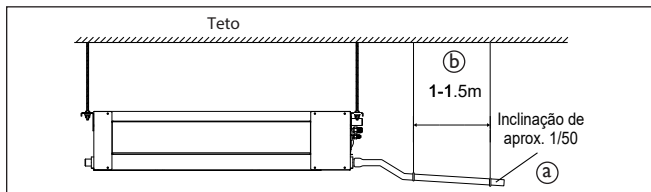

FIG. 45
- Para evitar que a água de condensado escorra para trás, retornando à unidade, o tubo de drenagem deverá ter uma inclinação (um pequeno declive) para baixo em direção ao lado de saída, considere aproximadamente 2° (1/50) para esta inclinação. Evite qualquer saliência (tal como um degrau) ou depósito de água na tubulação. (Fig. 45 - Detalhe "a")
- Não estique (arraste) demasiadamente o tubo de drenagem ao conectá-lo, para impedir que o corpo venha a puxá-lo. Entretanto, um ponto de suporte deve ser definido a cada 1,0 metros - 1,5 metros, para evitar que o tubo de drenagem perca eficiência (Fig. 45 - Detalhe "b"). Opcionalmente você pode amarrar o tubo de drenagem com o tubo de ligação para fixá-lo.